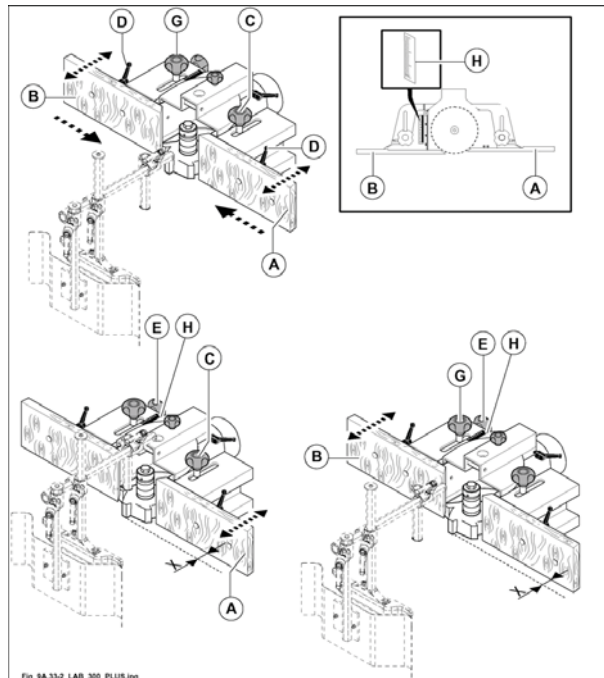

Fig. 9.33-4A
- Allentando i pomelli (G, C fig. 9.33-4A) spostare l'intera guida cuffia nella posizione più idonea alla profondità di asportazione che si vuole ottenere, poi serrare i pomelli.
- Le semiguide (A e B fig. 9.33-4A) devono essere il più vicino possibile all'utensile (circa 2-3 mm). Per effettuare questa regolazione agire sulle maniglie (D fig. 9.33-4A) poste dietro alle rispettive semiguide.
Per un'ulteriore regolazione micrometrica della profondità di asportazione registrare la semiguida in entrata (A fig. 9.33-4A) come segue:
- allentare il pomello (C fig. 9.33-4A).
- Ruotare il pomello (E fig. 9.33-4A), per cercare la giusta posizione, leggendo lo spostamento sull'indicatore (H fig. 9.33-4A).
- A regolazione eseguita serrare pomello (C fig. 9.33-4A).
Per registrare micrometricamente la semiguida in uscita (B fig. 9.33-4A):
- allentare il pomello (G fig. 9.33-4A).
- Ruotare il pomello (E fig. 9.33-4A) e, con una barretta, controllare l'allineamento della semiguida con l'utensile.
- A regolazione eseguita serrare il pomello (G fig. 9.33-4A).
leggere lo scostamento fra le due tavolette sull'indice (H fig. 9.33-4A). Quando l'indice è posizionato sullo "0" le guide sono allineate fra di loro.